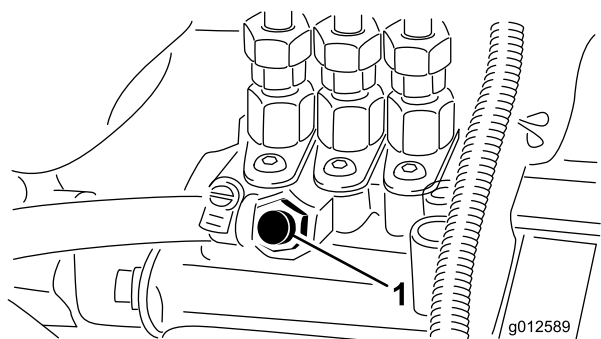

Figura 34
5. Aprite la vite di spurgo dell'aria, situata sulla pompa di iniezione del carburante (Figura 34).